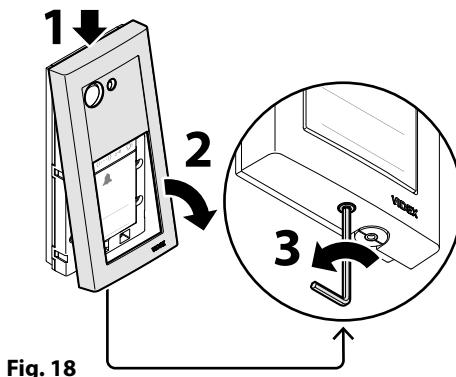

Fig. 18
6. Rimontare la cornice posizionandola prima sul lato superiore, quindi avvitare nuovamente la vite di fissaggio in senso antiorario (**Fig. 18**).